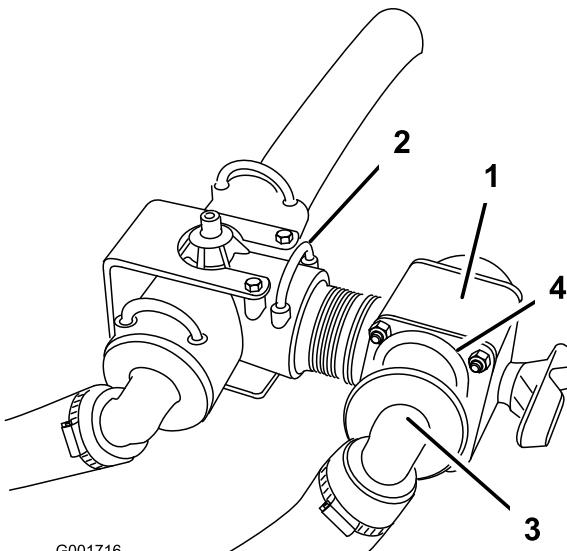

Figure 9
- 4. Posez le nouveau distributeur de commande dans l'orifice libre orienté vers l'arrière sur le raccord en T et fixez-le avec un nouvel étrier de fixation (Figure 9).
- 6. Raccordez le flexible d'alimentation de rampe à l'orifice ouvert sur le distributeur de commande et fixez-le avec la fixation retirée précédemment (Figure 9).